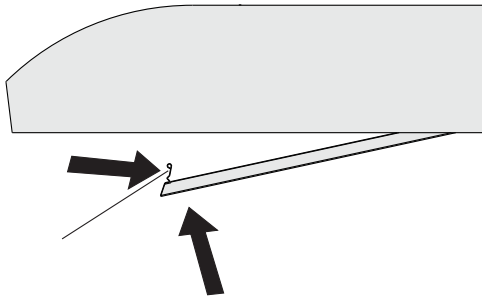

Figure 29
- Appuyez sur la plaque à ressort et poussez l'espaceur de filtre puis fixez-la sur le corps (voir figure 29).